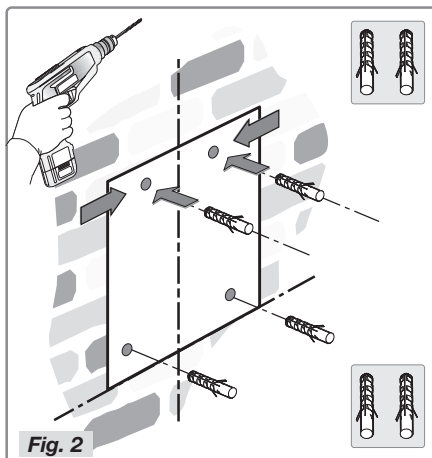

Fig. 2
- Placér skabelonen på muren og sørg for, at kanten følger den linje, som er aftegnet på muren. Afmærk hullernes placering og bor hullerne i muren (fig. 2).